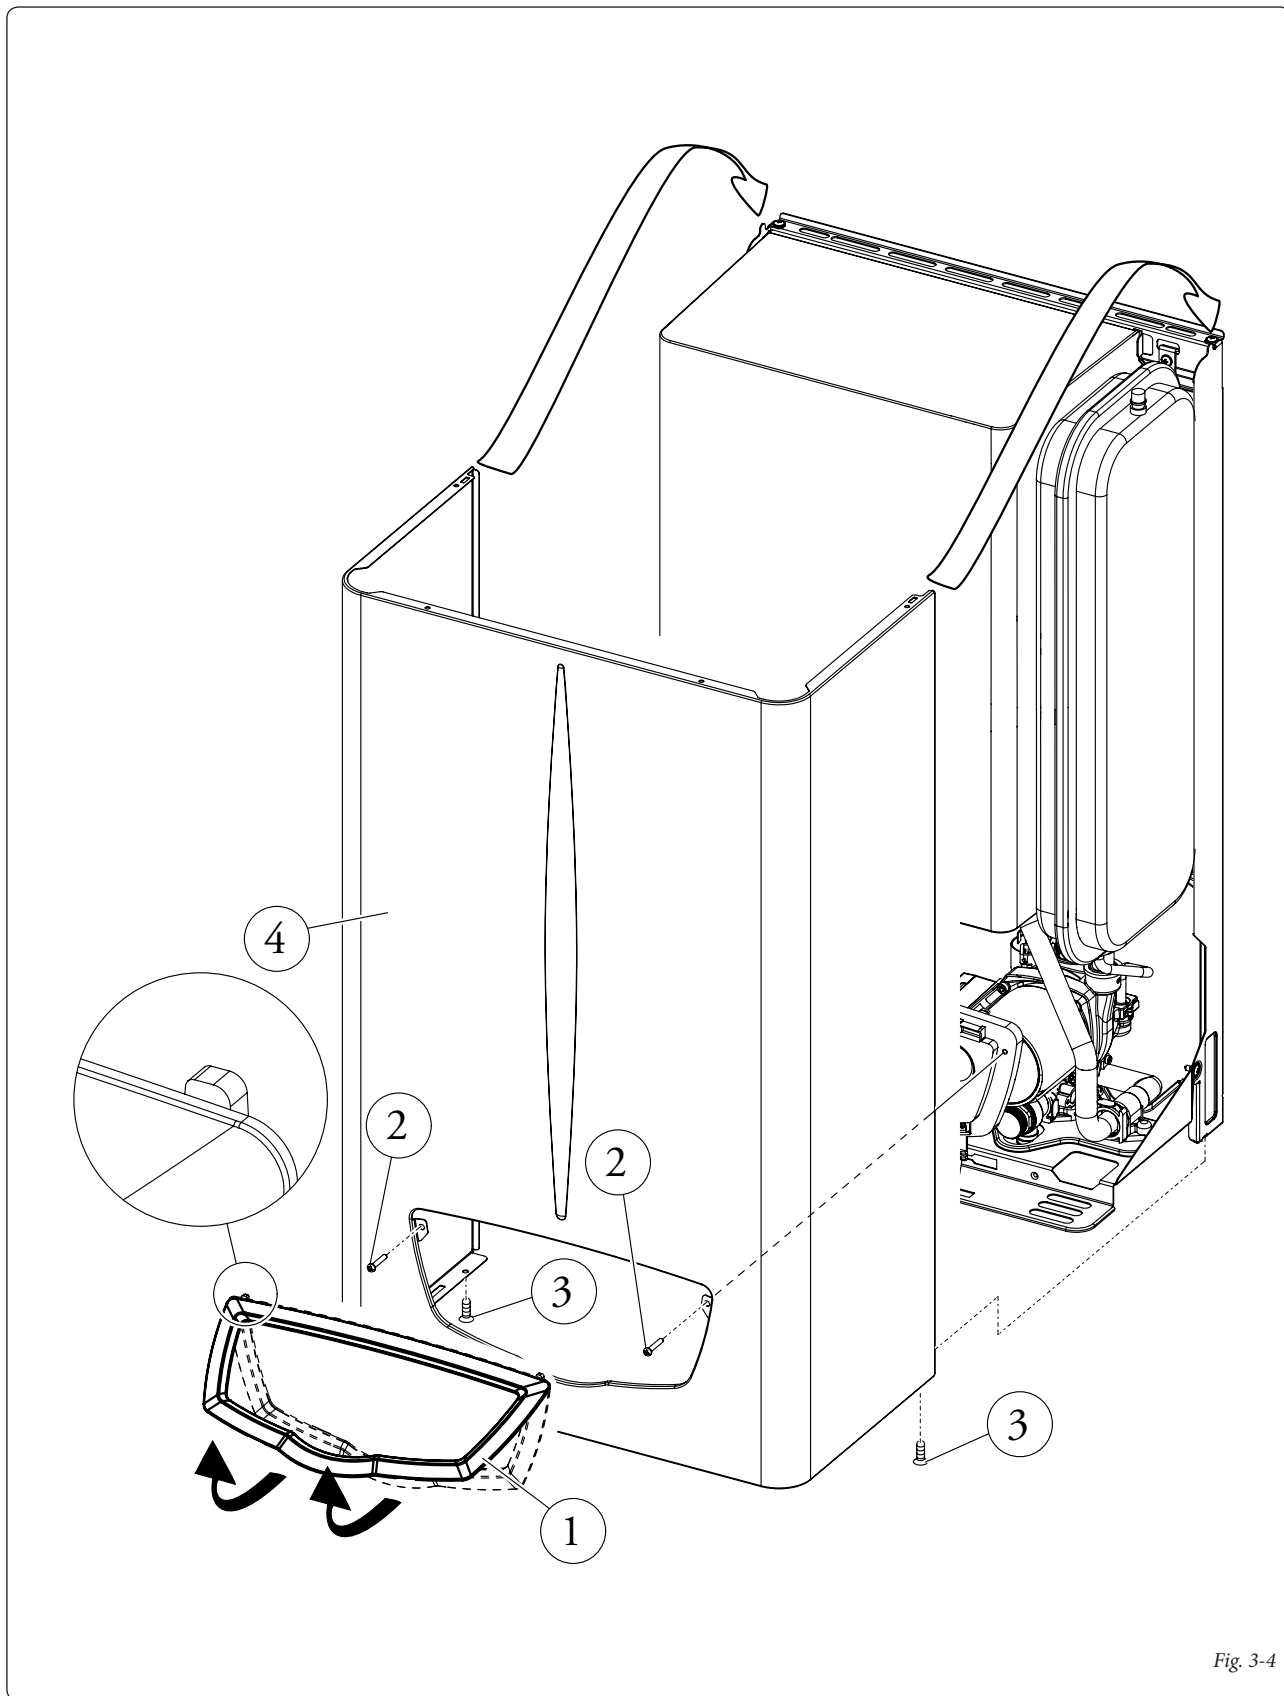

Fig. 3-4
N.B.: în funcție de selectarea efectuată, mutați puntea (JP1) pe placa electronică (Fig. 3-4): poziția 1-2 pentru centrala bitermică sau poziția 2-3 pentru centrala monotermică.
Pentru o întreținere ușoară a centralei, mantaua acesteia se poate demonta urmând aceste instrucțiuni simple (Fig. 3-4):